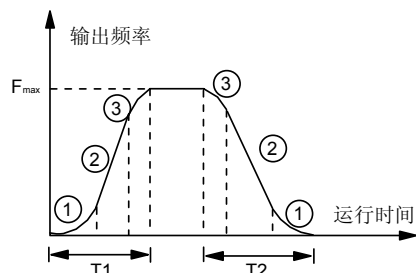

图 6-12 S 曲线加减速
变频器在加减速过程中，输出频率与加减速时间为 S 曲线关系，按照 S 形曲线递增或递减，如图 6-12 的曲线所示。
S 曲线起始段时间如图 6-12 中的①所示，是输出频率的斜率从零逐渐增大的阶段。
S 曲线上升段时间如图 6-12 中的②所示，是输出频率的斜率保持恒定的阶段。
S 曲线结束段时间如图 6-12 中的③所示，是输出频率的斜率从大逐渐减小到零的阶段。